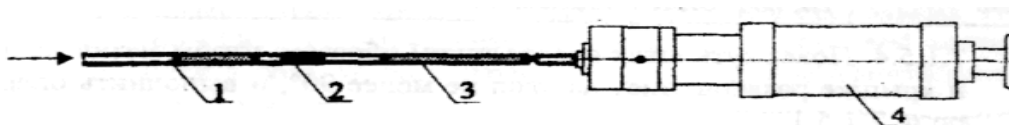

Рис. 59. Подсоединение индикаторных трубок к насосу:
3. ИТ и ФТ присоединяют к насосу (см. рис. 59) в следующей последовательности: